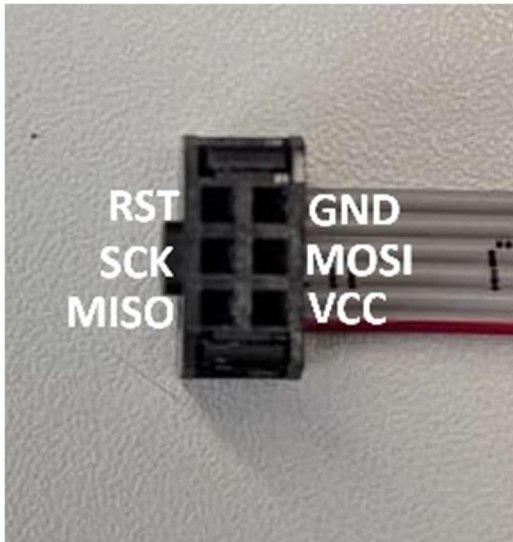

Abbildung 3, PINs AVRISP mkII
Der Ordner **Programm-Seitenlicht** beinhaltet das Programm, welches auf den ATtiny85V-10SU zu laden ist, um ein Betrieb mit Dauerlicht oder einem Blinkintervall von einer Sekunde zu ermöglichen. Eine Möglichkeit, um das Programm auf den Mikrocontroller zu laden, ist die Verwendung des AVRISP mkII Programmiergeräts in Kombination mit dem Programm Microchip Studio. Das Programmiergerät hat die PINs VCC, MOSI, GND, MISO, SCK, RST. Diese sind mit den jeweiligen PINs auf der Platine zu verbinden. Das AVRISP mkII Programmiergerät hat eine andere Anordnung der PINs wie die PINs auf der Platine, sodass ZipWire zwischen Platine und AVRISP mkII verwendet werden müssen [1]. Die PINs auf der Platine sind direkt beschriftet. Die des AVRISP mkII sind am Konnektor in zwei Spalten mit je drei Reihen angeordnet. Die Seite, bei der die Kabel ankommen, ist die der zweiten Spalte. An der Stelle wo VCC ist, ist ein rotes Kabel. In der Spalte mittig ist MOSI und am anderen Ende GND. Gegenüber von VCC in Spalte 1 ist MISO. Mittig in Spalte 1 ist SCK und gegenüber von GND ist RST [1]. Abbildung 3 zeigt diesen Konnektor. Für die Programmierung ist außerdem die Inbetriebnahme erforderlich. Hierfür sollte ein externes Netzteil mit einer Spannungsversorgung von 6 V verwendet werden, denn das Programmiergerät liefert über den VCC PIN keine Spannung, sondern misst diese nur. Das Netzteil lässt sich ebenfalls über ZipWire Kabel anschließen. Außerdem ist SW1 mit einem solchen Kabel zu brücken. Um einen vollständigen Funktionstest zu realisieren, sollte eine EL-Folie angeschlossen werden. Wenn die richtigen PINs miteinander verbunden sind und Spannung auf die Schaltung gegeben wird, leuchtet ein grünes Lämpchen am AVRISP mkII [1]. Die Abbildungen 4 und 5 zeigen Nummern auf, diese werden im Folgenden aufgegriffen. Um das Programm auf den Mikrocontroller zu laden, ist in Microchip Studio unter dem Reiter "Tools"(1) der Punkt "Device Programming"(2) zu öffnen. Als "Tool"(3) ist AVRISP mkII und als "Device"(4) ATtiny85 und als "Interface"(5) ISP zu wählen. Nun ist "Apply"(6) auszuwählen. Folglich erscheinen weitere Punkte und unter "Memories"(7) ist für "Flash"(8) die Hex-Datei Programm\_Seitenlicht auszuwählen. Mit dem Button "programm"(9) lässt sich die Programmierung vornehmen. Anschließend ist die Schaltung von der Spannung zu trennen und das Programmiergerät zu entfernen. Erst wenn das Programmiergerät von der Platine getrennt wird, zeigt sich eindeutig, ob die Programmierung erfolgreich verlaufen ist, sodass für einen abschließenden Funktionstest erneut Spannung auf die Schaltung zu geben ist.